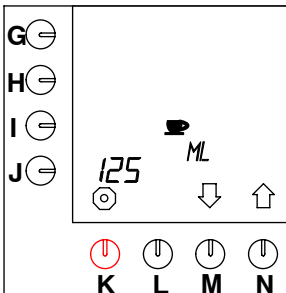

Fig. 24 Contenuto di una tazza
- Premere il tasto di selezione (N.) \uparrow fino a che sullo schermo viene visualizzato quanto illustrato nella fig. 24).